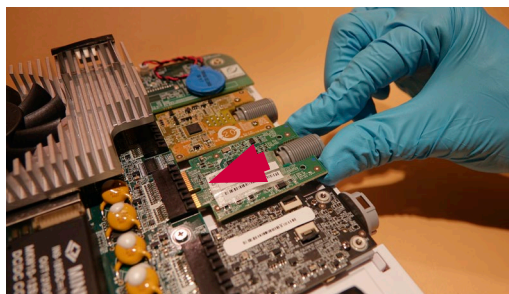

Figura 18 Inserir uma nova placa VDI
c) Insira a nova placa VDI no conector da placa principal (Figura 18)